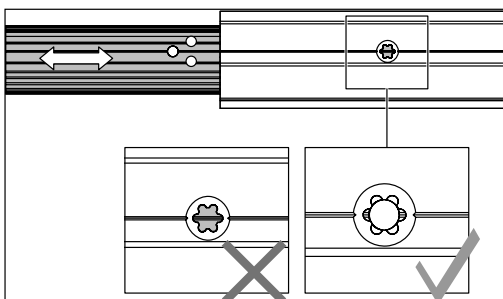

Abb. 11 Futterprofil verschieben
3. Das Futterprofil so in dem Gegenprofil verschieben, dass die Bohrungen von dem Futterprofil und der Laufschiene deckungsgleich übereinanderliegen (Abb. 11).